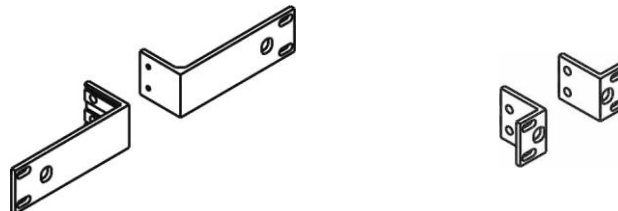

Bild 10
- Fixieren Sie rechts und links an den nun verbundenen Sendern je einen Rackwinkel mit den im Lieferumfang des Rack-Einbaukits enthaltenen Schrauben. (Bild 10)